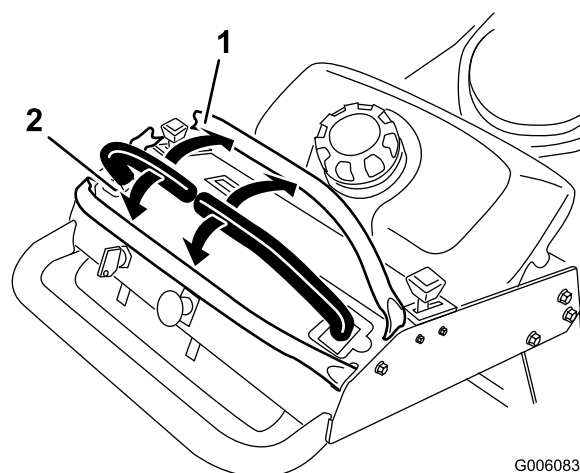

Figure 9
3. Pour vous déplacer en marche avant, poussez doucement les leviers de commande de déplacement vers l'avant (Figure 9).
Pour vous déplacer en ligne droite, appliquez une pression égale sur les deux leviers de déplacement (Figure 9).
Pour tourner, rapprochez du point mort le levier de commande correspondant à la direction que vous voulez prendre (Figure 9).
2. Pour vous déplacer en marche arrière, tirez doucement les leviers en arrière (Figure 9).
Pour tourner, relâchez le levier de commande correspondant à la direction que vous voulez prendre (Figure 9).